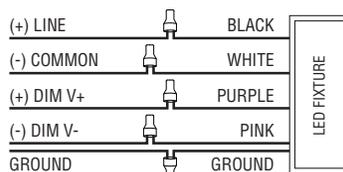

FIG 3
3. Remove and reverse the cable gland located at one end of the enclosure. Insert the flexible power cable (not included) through the cable gland allowing for sufficient length of stripped cable inside the housing and tighten the gland. "Electrical Connection". See Fig 3.
- Retirez et inversez le presse-étoupe de câble situé à une extrémité du bâti. Insérez le câble d'alimentation flexible (non inclus) à travers le presse-étoupe de câble en laissant une longueur suffisante de câble dénudé à l'intérieur du boîtier et serrez le presse-étoupe de câble. Raccordement électrique. Voir la Figure 3.